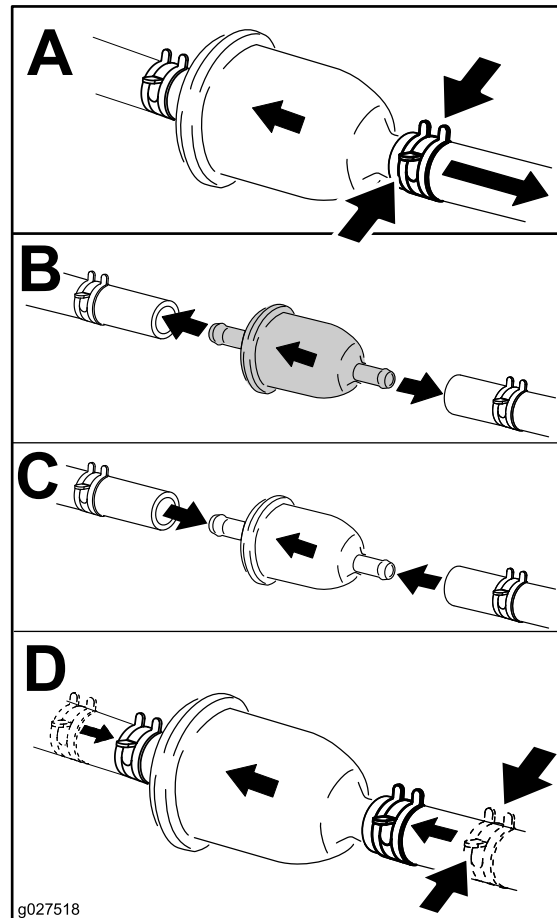

Figure 41
3. Remplacez le filtre à carburant (Figure 41).